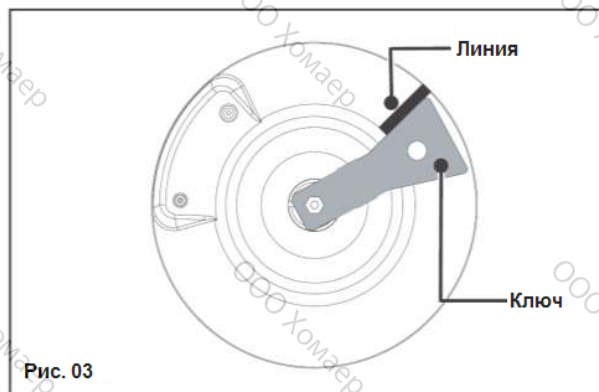

Рис. 03
- проверните ключ по часовой стрелке таким образом, чтобы линия появилась на другой стороне ключа (Рис. 03).